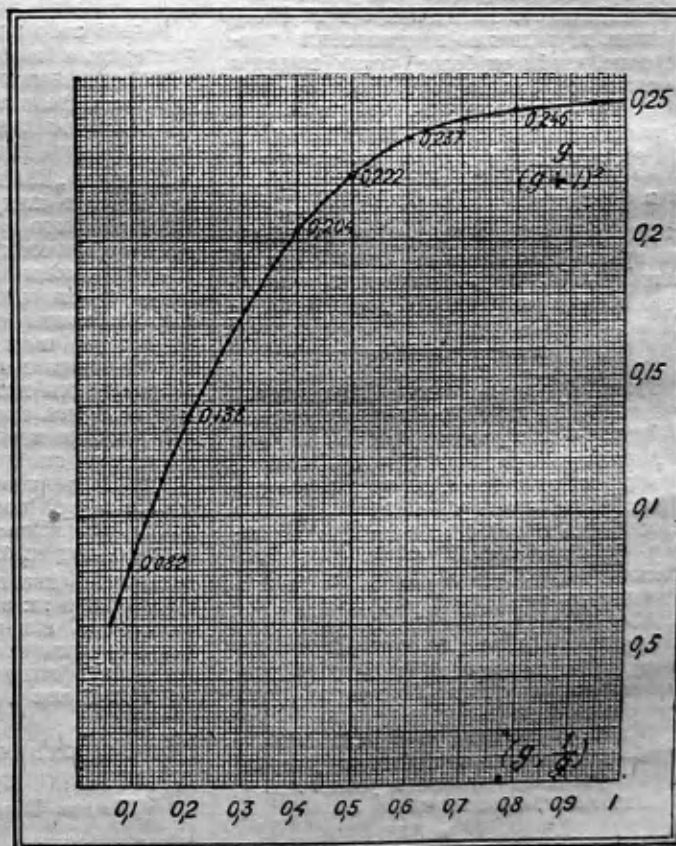

Рис. 8. График для определения $\frac{1}{(g+1)^2}$.
Выражение $\frac{g}{(g+1)^2}$ достигает своего максимума при $g=1$; тогда $\left(\frac{g}{g+1}\right)^2 = \frac{1}{4}$; при значениях g меньших и больших единицы, величина этого выражения меньше $1/4$. Кривая зависимости $\frac{g}{(g+1)^2}$ от g изображена на рис. 8.
Таким образом в формуле (10) остаются две величины, значение которых еще не найдено — коэффициент рассеяния σ и величина g . При малых g величина g близка к единице. Однако уменьшать произвольно σ нельзя — особенно, если в трансформаторе имеется воздушный зазор, увеличивающий коэффициент рассеяния (подробнее об этом см. ниже). Задаваться величиной σ меньшей, чем 0,003 не следует. Задавшись σ мы прямо по графику (см. рис. 8) определяем величину g . Подставляя в формулу (2) значения для g , σ , Δ и δ получаем величину m .